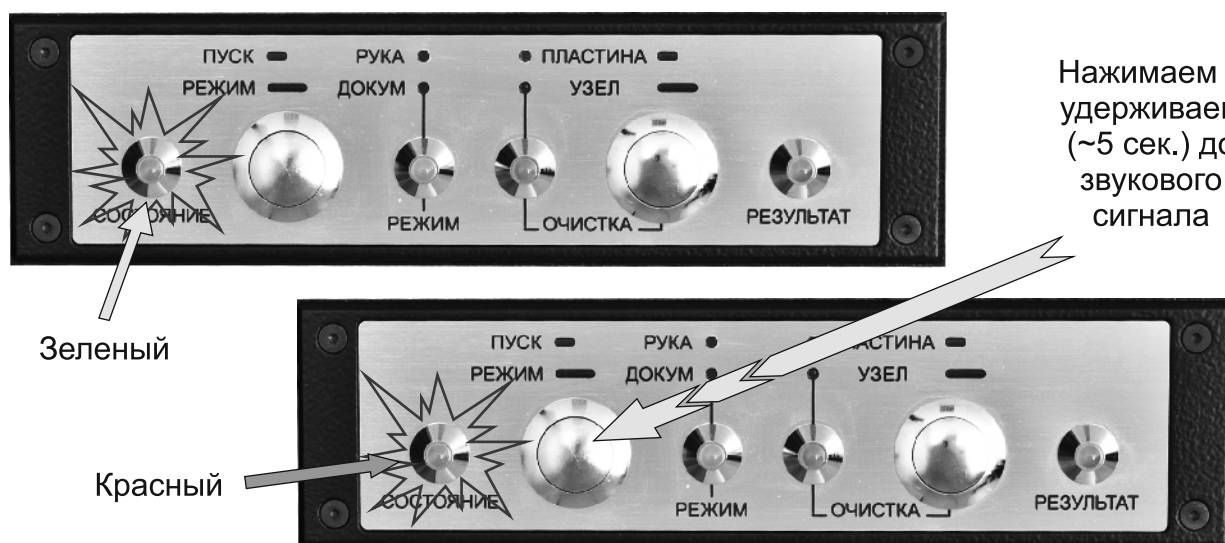

Рис. 7
- ### 2. Для изменения режима работы необходимо убедиться, что индикатор «Состояние» имеет *зеленый* цвет свечения, нажать кнопку «Пуск/Режим» и удерживать ее (~5 сек.) до появления звукового сигнала (Рис. 7).